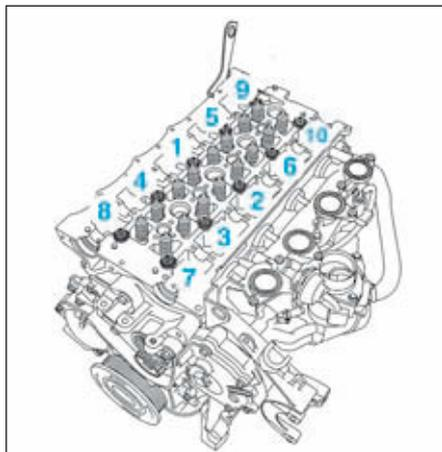

FIG.19
- Serrer les vis de culasse dans l'ordre suivant et au couple prescrit (Fig.19).